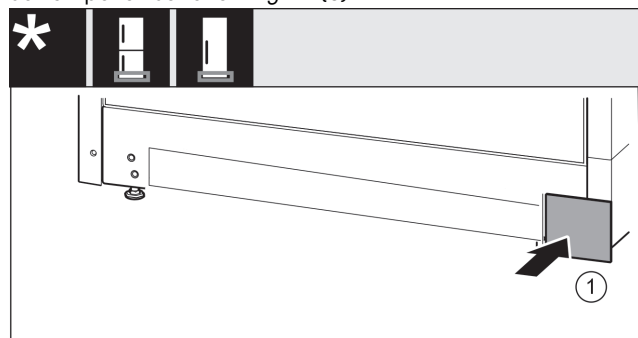

Fig. 18
- ▶ Sett på dekselet på den andre siden igjen. Fig. 18 (1)